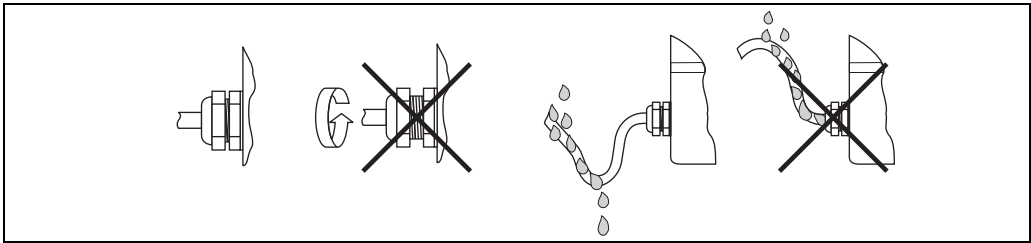

Fig. 8 : Conseils de raccordement pour le respect de la protection IP 67
- Serrer fermement l'entrée de câble, v. fig. 8.
- Avant de passer dans l'entrée de câble, le câble doit faire une boucle vers le bas ("poche d'eau", v. fig. 8) pour éviter l'humidité dans l'entrée de câble. Installer l'appareil de sorte que les entrées de câble ne soit pas dirigées vers le haut.